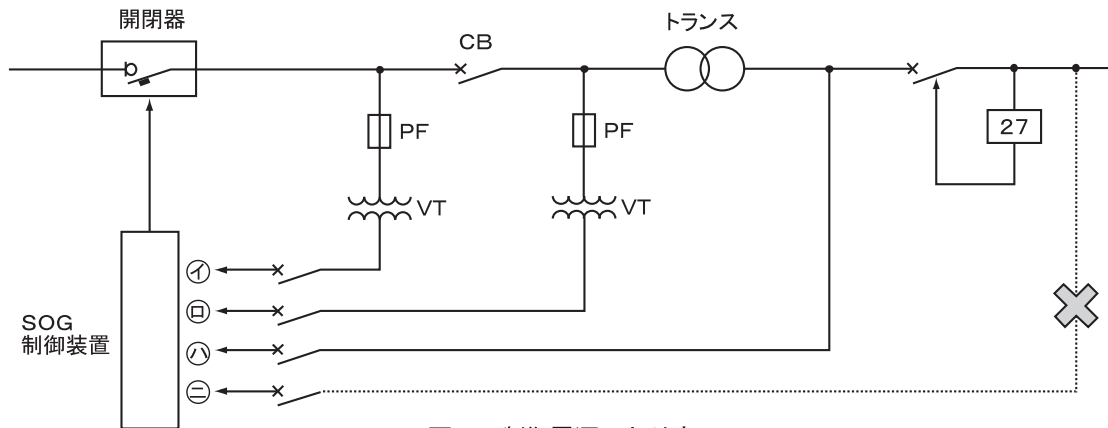

図9 制御電源のとり方
- ① 1.25mm2以上の600Vビニル絶縁電線（IV）、600Vビニル絶縁ケーブル（CVV）などを使用してください。
- ② 制御電源を別系統からとればSO動作（過電流→停電→蓄勢トリップ）ができません。
- ③ 制御電源用のスイッチが開いたり、ヒューズが溶断したりして、制御電源が切れることのないよう注意してください。
- ④ 操作変圧器（VT）は計器用変圧器を利用できます。
- ⑤ 雷サージなどの異常電圧はP2端子から接地へ放電するようにしていますので、P2端子に制御電源の接地相側を接続してください。
- ⑥ ㊸のとり方をしますと、もし電圧降下で「27」が動作し、配線用遮断器が開放すると制御電源がなくなりますので、配線用遮断器再投入までに事故が発生したとき、本開閉器で保護することができません。
- ⑦ 図9において㊸のとり方を推奨します。